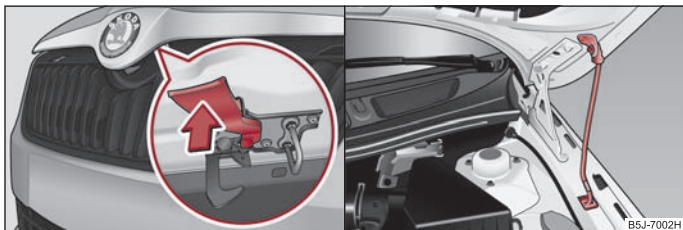

Abb. 13 Kühlergrill: Sicherungshebel / Sicherung der Motorraumklappe mit der Klappenstütze
- Ziehen Sie den Sicherungshebel ⇒ Abb. 13, die Motorraumklappe wird entriegelt.
- Nehmen Sie die Klappenstütze aus der Halterung und setzen Sie die Klappenstütze in die dafür vorgesehene Öffnung ⇒ Abb. 13 rechts.